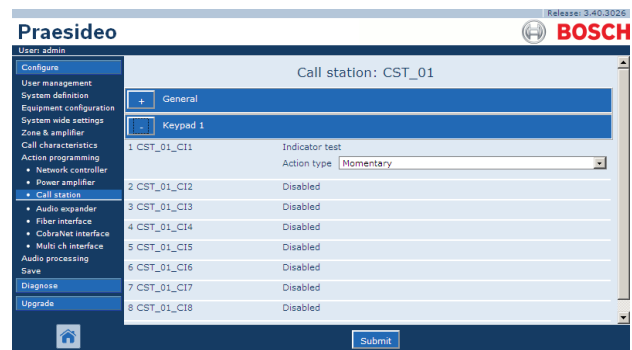

Abbildung 47.31: Taste für Anzeigentest
- 1 Falls eine Durchsage an mindestens eine der konfigurierten Zonen oder Zonengruppen erfolgt, die die gleiche oder höhere Priorität hat wie die konfigurierte Priorität, wird der zweite Ausgang für diese Anzeige (normalerweise eine gelbe LED) auf einem LBB4434/00 Tastenfeld-Satz aktiviert. Falls sie zur Anzeige eines Notrufs in diesen Zonen oder Zonengruppen verwendet wird, sollte eine rote LED mit diesem Ausgang verbunden werden. Vorzugsweise wird eine für jede Notfallzone zweckbestimmte Anzeige verwendet. Die rote Farbe für diesen Zweck ist in den meisten Richtlinien für Notrufsysteme definiert, z.B. EN54-16. Ist die definierte Priorität auf 224 gesetzt, leuchten die *Zone status*-Anzeigelampen, falls ein Notruf (Prioritätsstufe gleich oder höher als 224) zu dieser Zone oder Zonengruppe erfolgt. Abbildung 47.31 enthält eine Übersicht der Seite *Action programming*